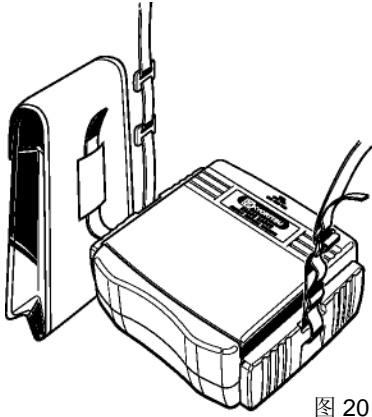

图 20
- 1) 将肩带从仪器主体的侧面口穿下，从底部往上穿出。(图. 20)